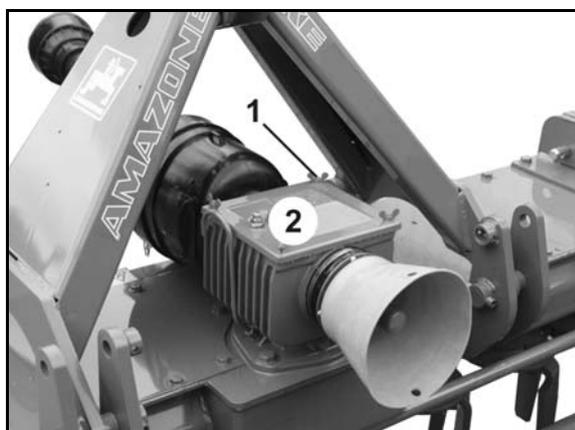

Fig. 54
4. Desserrez et retirez les vis (Fig. 54/1) du capot de la boîte (Fig. 54/2).